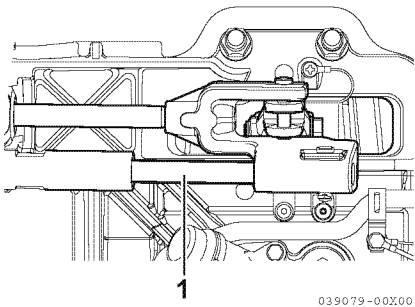

Figura 6
2. Rode o volante até o cabo da direcção estar totalmente estendido (1, **Figura 6**). Lubrifique ligeiramente a parte exposta do cabo.